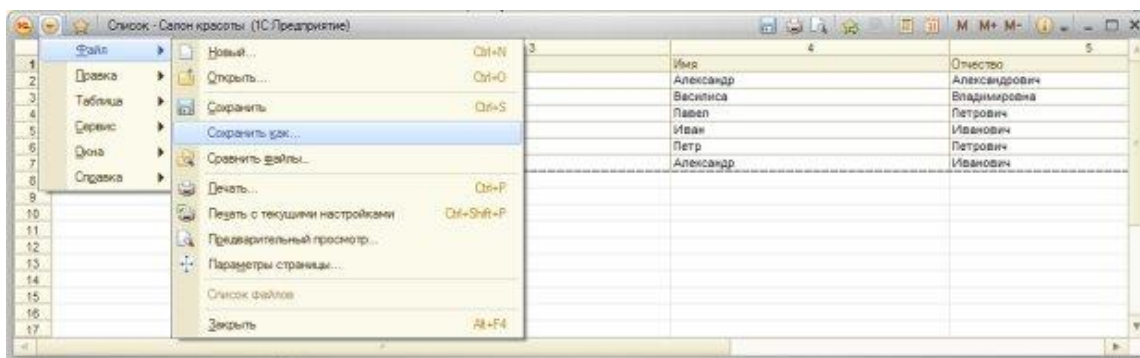

Рисунок 9.9 - Вывод данных в табличный документ
17. В поле **Выводить колонки** можно настроить состав выводимых в документ колонок (в нашем случае команда выполнена для справочника **ФизическиеЛица**). После нажатия на **OK** выбранные данные оформляются в виде табличного документа, а с помощью команды **Файл > Сохранить как**, Рисунок 9.9., этот документ можно сохранить в нужном формате для дальнейшей обработки в других приложениях.